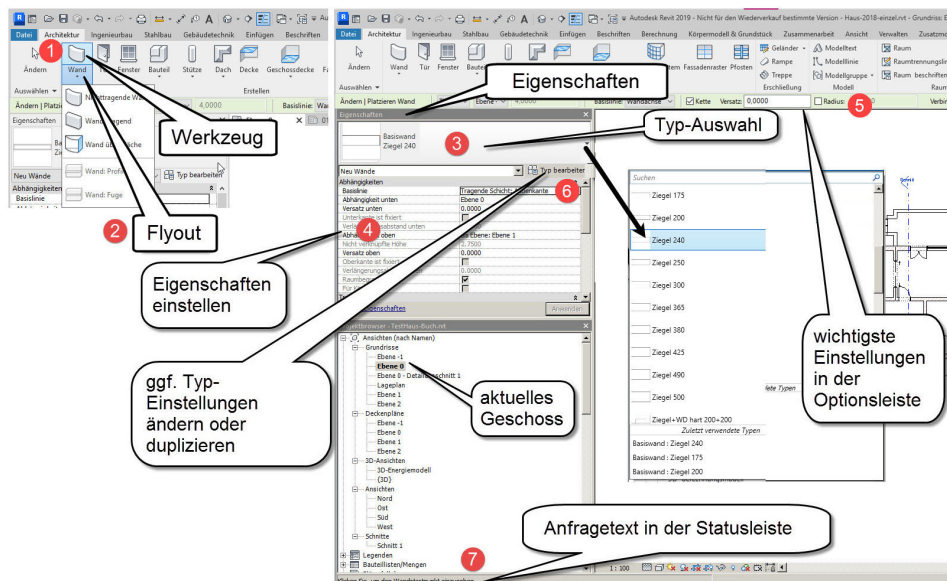

Abb. 1.27: Schritte bei der Benutzung der Werkzeuge
Wenn Sie *Werkzeuge* ❶ (Abbildung 1.27) aus den Multifunktionsleisten aufrufen, müssen Sie mehrere Bedienelemente beachten, die weiter unten einzeln vorgestellt werden.